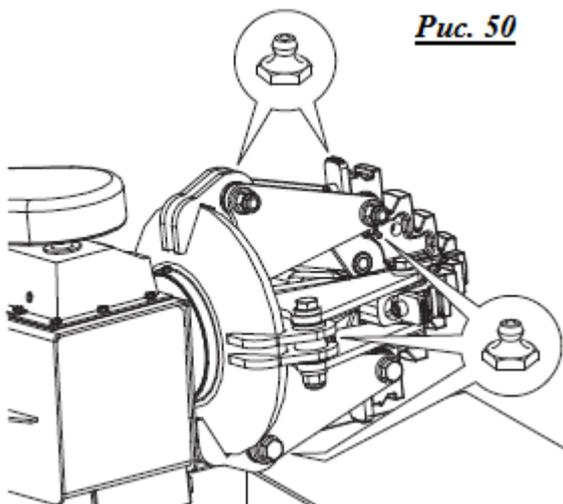

Рис. 50
- Периодически (желательно раз в месяц) обрабатывайте смазкой все движущиеся части оборудования (рис. 50).